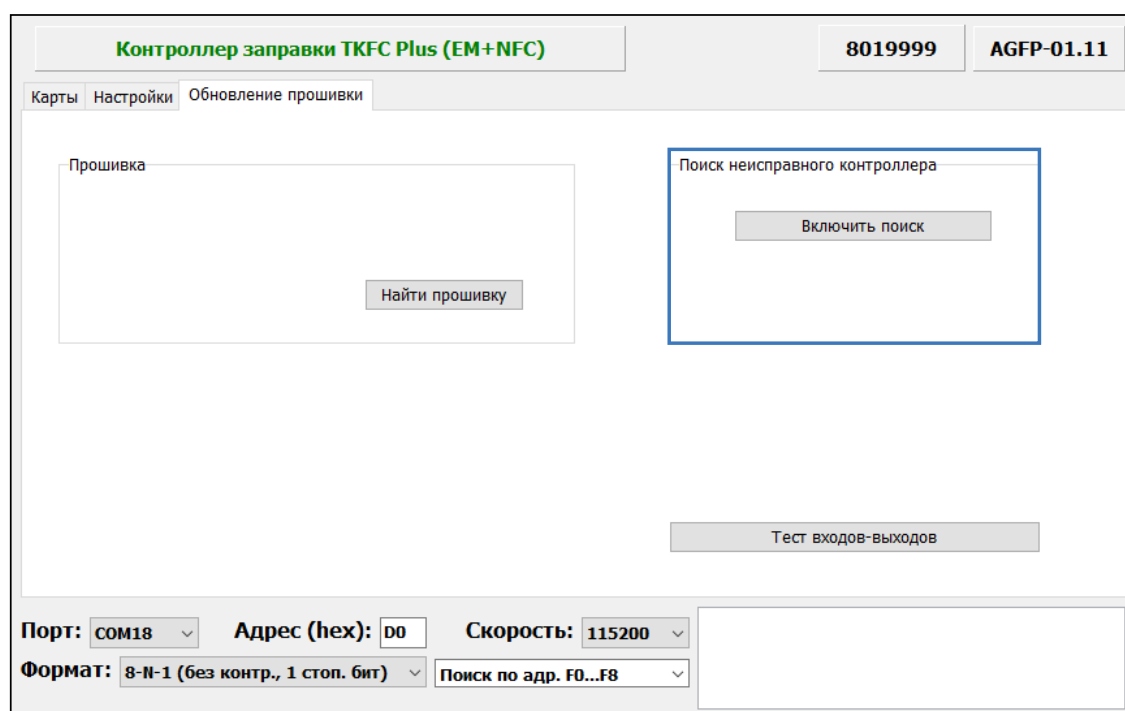

Рис.23. Включение поиска неисправного оборудования
3. Перейдите на вкладку «Обновление прошивки» и нажмите в разделе «Поиск неисправного контроллера» кнопку «Включить поиск» (**Рис.23**).